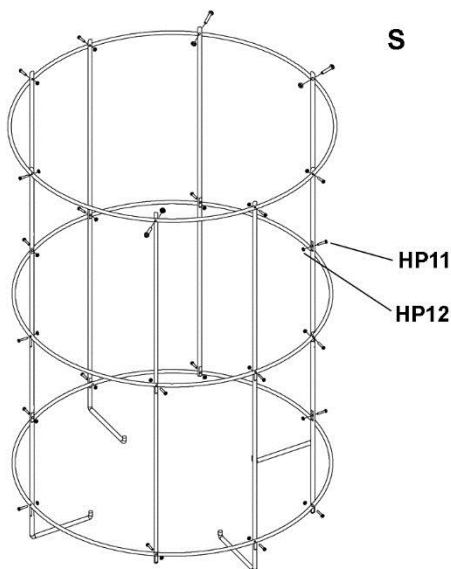

Рис. 13
18. Прикрутите короткие и длинные опоры рамки к кольцам в переменном порядке, как показано на Рис. 13. Закрепите с помощью 24 винтов с полукруглой головкой и шестигранных гаек (HP11, HP12). (Примечание: Загнутые концы длинных опор направлены внутрь, как показано на Рис. 13).